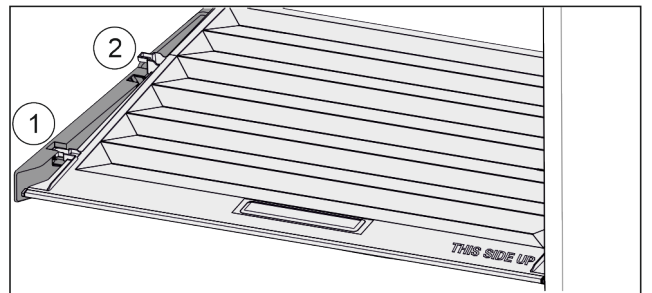

Fig. 109
- ▶ 将盖子向前拉 Fig. 109 (1) 至定位件开口。
- ▶ 从下方抬起后端并向上将其移出 Fig. 109 (2)。